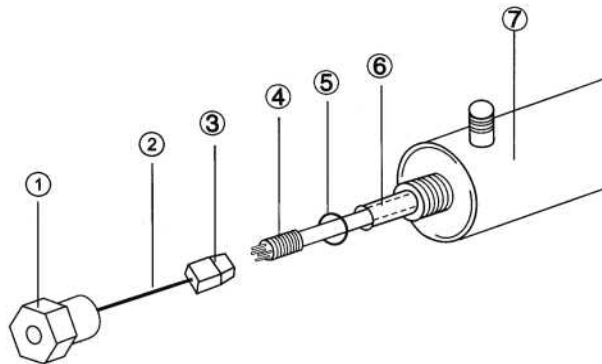

Рисунок 2
5.7 Установите кварцевый чехол 6 в корпус камеры обеззараживания 7 так, чтобы края чехла находились на равных расстояниях от торцов камеры (см. рисунок 2).
Для эффективной работы Установки необходимо периодически (примерно 1 раз в 1-3 месяца, в зависимости от качества воды) очищать кварцевый чехол от возможных солевых загрязнений. Для этого (см. Рис.2):
Для замены лампы выполните следующее (см. Рис. 2).
Для замены кварцевого чехла выполните следующее (см. Рис.2).